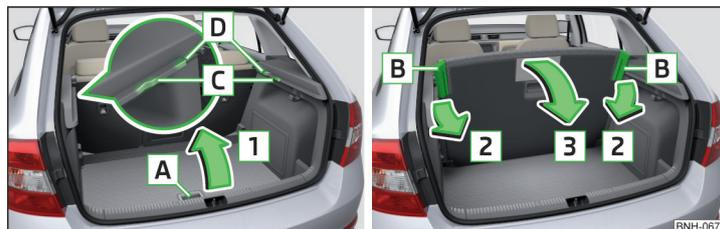

Fig. 99 Levantar/bajar el suelo de carga variable
- Levantar el suelo de carga variable por el tirador **A** en el sentido de la flecha **1**. Las esquinas plegables **B** se tienen que asegurar en las áreas **C** o **D** ("Posición de estacionamiento") » fig. 99.